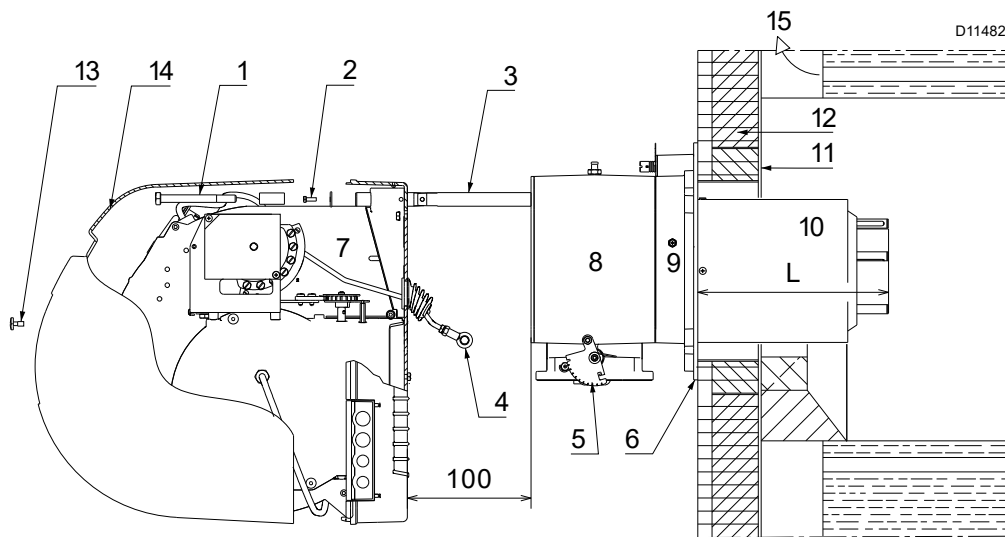
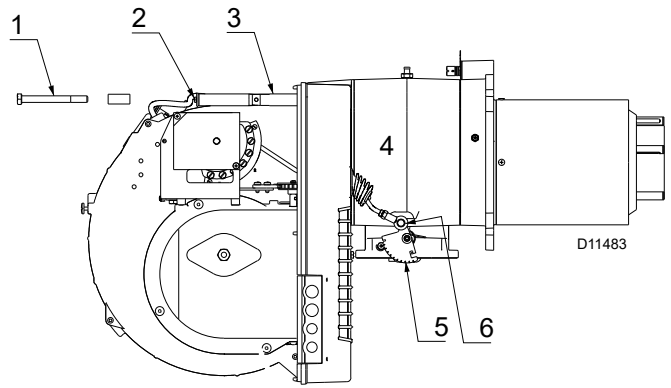

Fig. 10
Fig. 15
Para calderas con paso de humos delantero 1)(Fig. 10) o con cámara de inversión de llama, colocar una protección de material refractario 5) entre el refractario de la caldera 2) y el tubo llama 4).
En calderas con frontal refrigerado por agua, no es necesario el revestimiento refractario 2)-5)(Fig. 10), salvo que lo indique el fabricante de la caldera.
Separar luego el cabezal de combustión del resto del quemador, (Fig. 10).
- Fijar la brida 9) (Fig. 10) a la placa de la caldera, intercambiando la junta aislante 6) (Fig. 10) suministrada en dotación.
Terminada la regulación del cabezal, volver a montar el quemador en las guías 3)(Fig. 15) aproximadamente a 100 mm del manguito 4) - quemador en la posición ilustrada en la Fig. 10 en la pág. 14
- Introducir el cable de la sonda y el cable del electrodo y deslizar el quemador hasta el manguito quemador en la posición indicada en la (Fig. 15).